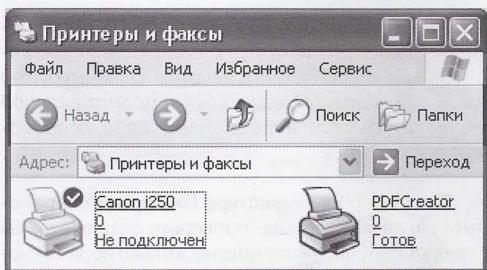

Рис.1
1) Скачать со страницы <http://www.pdfforge.org/> последнюю версию бесплатной программы PDF-Creator (17 Мбайт, v1.01, июль 2010 г.). После ее инсталляции в системе компьютера должен появиться дополнительный принтер: «Пуск-Настройка-Принтеры и факсы-**рис.1**».